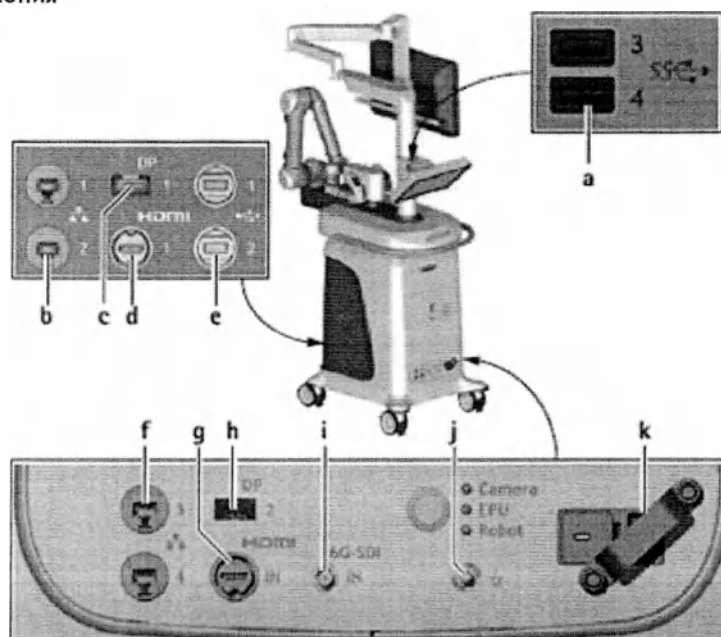

Рис. 4
- Подключите устройство к входному порту SDI i на передней панели блока управления, см. Рис. 4.
- Подключите систему выравнивания потенциалов медицинского учреждения к штекеру выравнивания потенциалов j на передней панели блока управления, см. Рис. 4.
- Подключите кабель Ethernet к одному из портов Ethernet b или e, чтобы связать систему с сервером PACS организации, см. Рис. 4.
► В зависимости от модели, подключите монитор к портам монитора **c** (на задней панели блока управления) или **h** (на передней панели блока управления) или к HDMI-порту **d** соответственно, см. рис.4